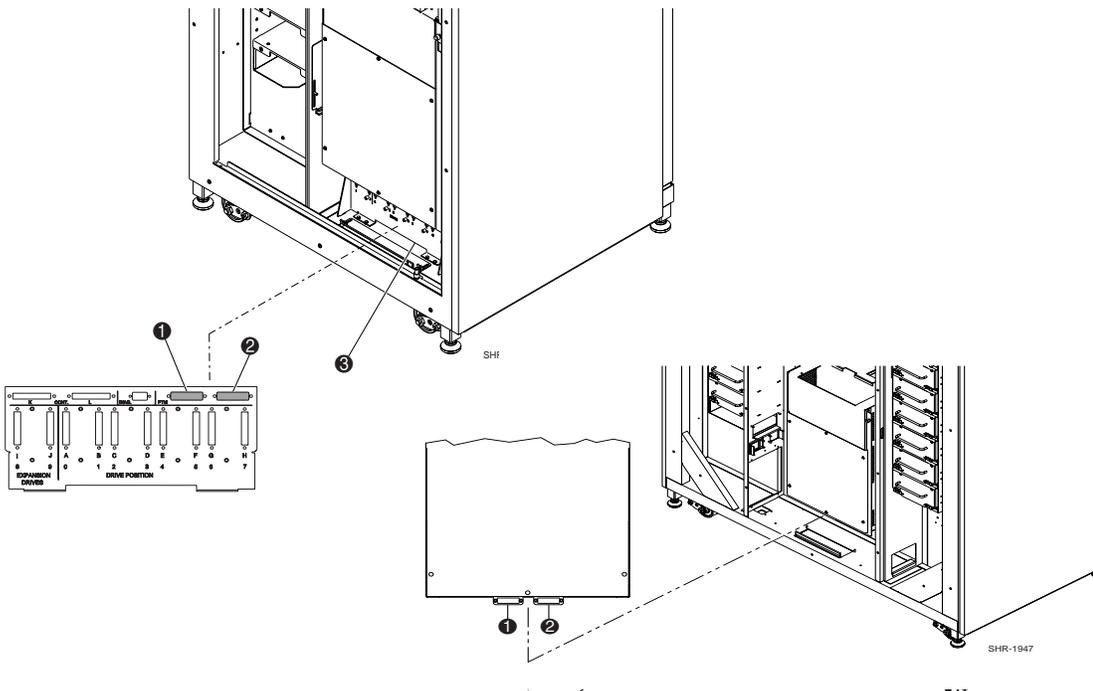

Abbildung 2-19. Lage der PTM-Anschlüsse
2. Machen Sie die QSPI-Anschlüsse an der Unterseite des PCI-Chassis ausfindig (siehe Abbildung 2-19).